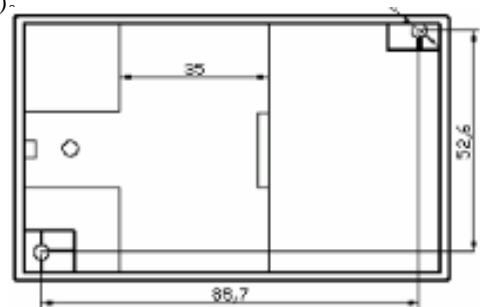

图 3、SK 外形安装尺寸图
产品采用螺钉或导轨安装方式，其安装尺寸如图 3 所示 (单位 mm)。
- ① 把变送器固定卡槽一侧勾在安装导轨上;
- ② 向下牵动弹簧销;
- ③ 使变送器卡口套在安装导轨上;
- ④ 松开弹簧销, 变送器卡在安装导轨上。
- ① 按图 3 所示的螺孔位置在固定板上打直径为 4mm 孔;
- ② 使用小于 $\Phi 3.5$ 的螺钉插入孔中固定。